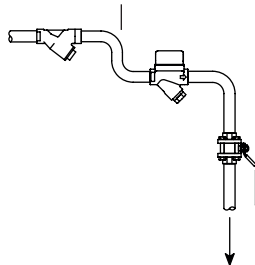

Fig. 3 Instalación típica
- 3.2** Establezca la situación correcta de la instalación y la dirección de flujo. La dirección del flujo está claramente marcada en el cuerpo del purgador o en el conector universal. En la Fig. 3 se puede ver una instalación típica.